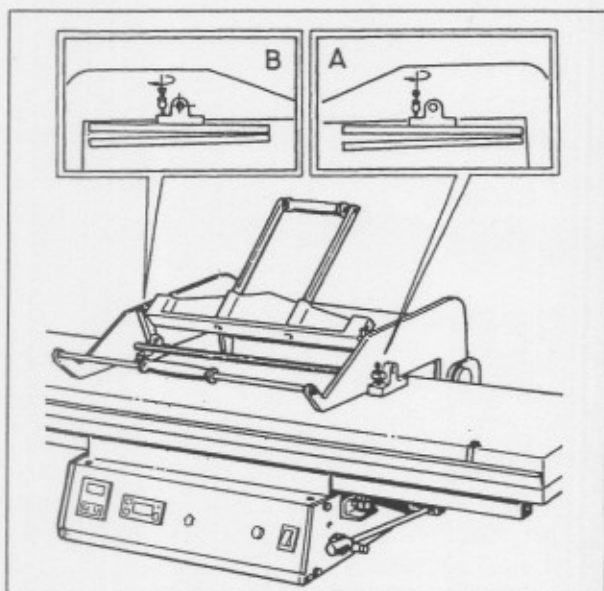

Fig. 13
- Agire sulle due viti di regolazione vedi Fig. 13 riquadro A / B
- Agir sur les deux vis de réglage voir Fig. 13 position A / B
- Adjust the two setting screws, see Bild. 13 box A / B
- Mit Hilfe der Schrauben regulieren siehe Abb. 13 Schriftfeld A / B